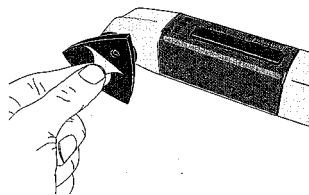

Fig. 3
1. Schleifscheibe entfernen (Fig. 3)
1. Schleifscheibe an einer Ecke fassen (Fig. 3) und abziehen.